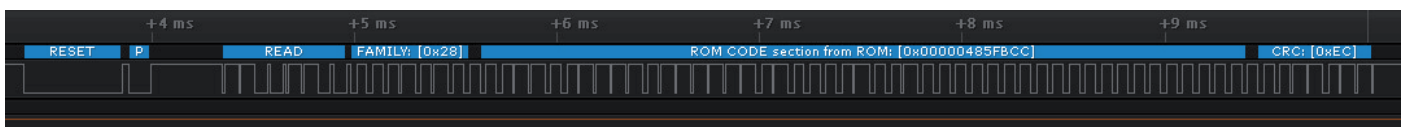
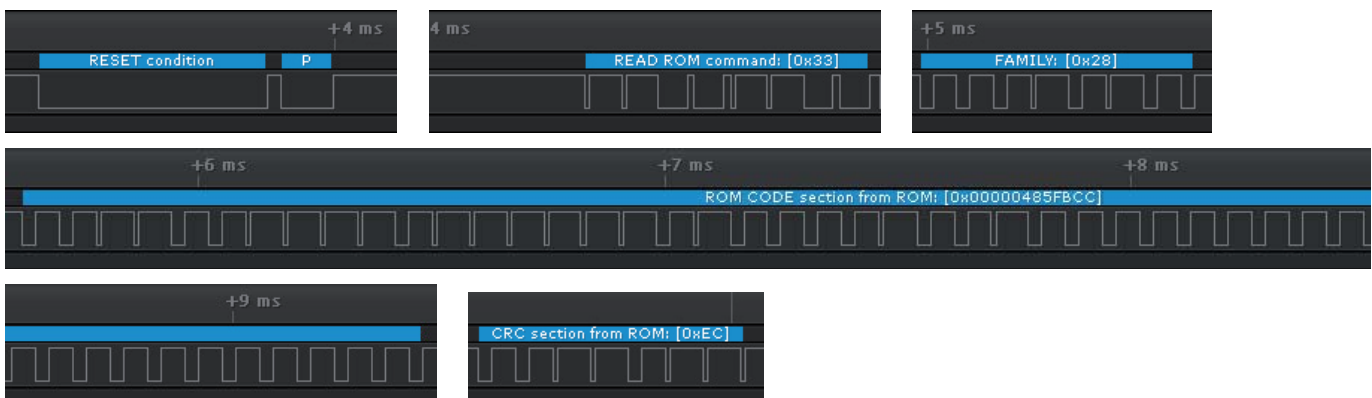

Bild 6: Signalverlauf ROM-Code lesen (Gesamtdarstellung)
Bild 7: Signalverlauf ROM-Code lesen (in Teile zerlegt)
Beim Aufbau einer Anlage ist es sinnvoll, zunächst zu prüfen, wie die ROM-Codes der teilnehmenden Temperatursensoren sind. Dazu schließt man *einen* DS18B20 am Bus an und der Master gibt eine hexadezimale 33 (Read ROM Kommando) auf den Bus. Eine genaue Analyse mit einem Logikanalysator (Bild 6 und der Blick in das Datenblatt [\[2\]](#)) zeigt, dass am Anfang jeder 1-Wire-Kommunikation eine sogenannte Reset Condition vom Master auf den Bus gegeben wird, die von Slave-Seite mit einem „Presence“ beantwortet wird. Der Signalverlauf aus Bild 6 wird nun anhand Bild 7 im Einzelnen besprochen: Im Ruhezustand liegt der Bus durch den Pull-up-Widerstand auf logisch High. Um eine Kommunikation zu beginnen, zieht der Master den Spannungspegel auf der Datenleitung für mindestens 480 µs auf Low (Reset Condition/Reset Pulse) und gibt den Bus dann wieder frei (High durch Pull-up-Widerstand). Der Slave wartet 15 bis 60 µs (damit saubere Signale vorliegen) und zieht dann den Bus seinerseits für 60 µs bis 240 µs auf Low und signalisiert damit seine Bereitschaft zur Kommunikation (vgl. Abbildung 13 im Datenblatt [\[2\]](#)).
Das macht der Master, indem er den Bus für eine 1 für maximal 15 μ s und für eine 0 für mindestens 60 μ s auf Low zieht. In Bild 7 kann man im zweiten Teilbild die seriell vom Master gesendete Bitfolge 1 1 0 0 1 1 0 0 erkennen. Wenn man nun (aus dem Datenblatt) weiß, dass stets das niedrigstwertige Bit zuerst übertragen wird, dann kann man diese Bitfolge manuell als 33 dekodieren (weil 0011 0011 binär = 33 hexadezimal ist). Der Slave wertet im Zeitraum zwischen 15 μ s und 60 μ s nach einer fallenden Flanke aus, ob ein High-Pegel (1) oder ein Low-Pegel (0) am Bus anliegt (Abbildung 14 oben im Datenblatt [2]).
Nachdem der Slave nun diese 33h empfangen hat, gibt der Slave den Family-Code auf den Bus (drittes Teilbild in Bild 7). Dafür zieht der Master für jedes Bit den Bus für mindestens 1 μ s auf Low und gibt ihn dann wieder frei, woraufhin der Slave für eine logische 1 den Bus sofort auf High gehen lässt und für eine logische 0 den Bus für ca. 14 μ s auf Low gezogen hält, was der Master jeweils erkennen kann (Abbildung 14 im Datenblatt [2]). Im Beispiel wird als Family-Code seriell 0 0 0 1 0 1 0 0 übertragen. Da wiederum das niedrigstwertige Bit zuerst übertragen wurde, wurde also 0010 1000, also 28h übertragen. Nach dem Family-Code 28h wird die einzigartige 48 Bit lange Seriennummer in gleichartiger Technik vom Slave an den Master signalisiert. Abschließend wird, wie in Bild 7 im letzten Teilbild zu sehen, die Prüfsumme (CRC) über die vorangegangenen Bits übertragen.
Pull-up-Widerstand auf High gezogen gehalten. Der Master kennt nun den ROM-Code des angeschlossenen Slaves. Die komplette Kommunikation aus Bild 6 sieht man in Bild 8 noch einmal in Form von (vom Logikanalysator) dekodierten Zeichen: RESET vom Master – PRESENCE vom Slave – Read ROM Kommando vom Master – Family-Code vom Slave – Seriennummer vom Slave – CRC vom Slave.